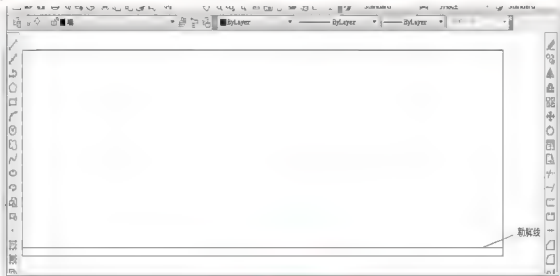

图 4.4 偏移生成勒脚线
④ 启动【偏移】命令（快捷键 O），将最下面的水平线向上偏移 600mm，结果如图 4.4 所示。